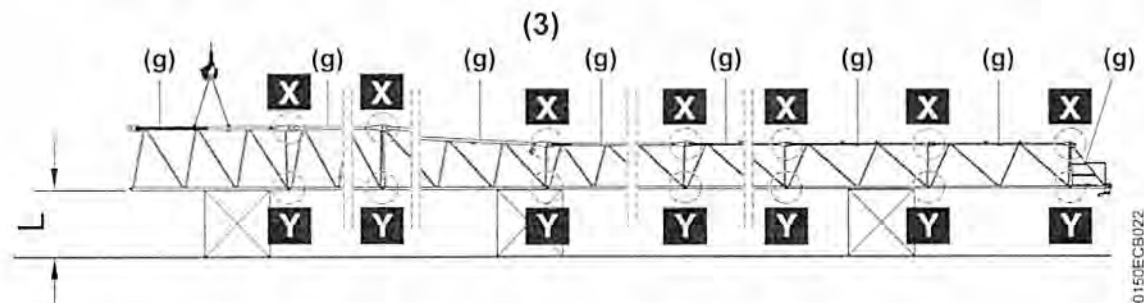

Fig. 200: Auslegerteile montieren
Die Laufkatze kann nur in den Ausleger geschoben werden, wenn mindestens 1,5 m Bodenfreiheit unter dem Ausleger vorhanden ist. (siehe: Fig. 200, Seite 236)
► Auslegerteile (g) (ohne Ausleger-Anlenkstück) entsprechend dem Anordnungsplan verbolzen und sichern. (Weitere Informationen siehe: 6.8.2 Ausleger-Zusammenstellung, Seite 226) Vorgehensweise beachten. (siehe: Fig. 200, Seite 236) (3)